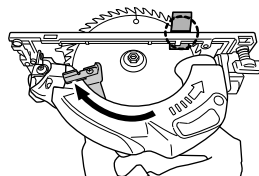

Fig. 17
- (2) Retraiga la protección inferior en la cubierta de la sierra.
- (3) Inserte las virutas de madera en la parte posterior de la base de la hoja de la sierra y marque la posición en la base (Fig. 17).